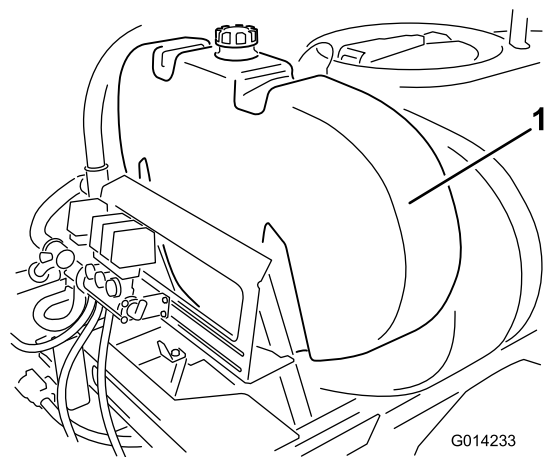

Figura 9
1. Instale el depósito de enjuague, según se muestra en Figura 9.